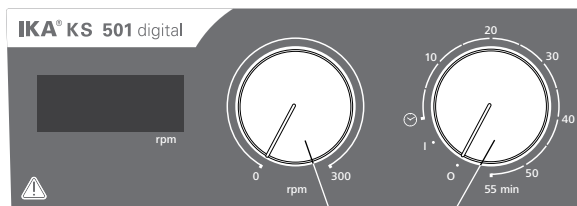

Fig. 3
- ☞ Zariadenie sa zapína otočením gombíka „**Zap/Vyp**“ a „**Časovač**“ (**B**, pozri Fig. 3) v smere hodinových ručičiek do polohy „1“.
- ☞ Regulačným gombíkom „**Otáčky**“ (**C**, pozri Fig. 3) nastavte otáčky motora. Rozsah nastavenia otáčok motora je 0 až 300 rpm.